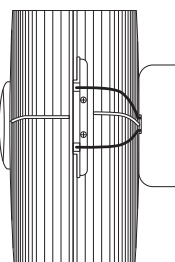

FIGURE 11
23. Aligner les deux extrémités du support de verrouillage avec les deux encoches dans la languette au sommet de la grille avant. Presser les deux extrémités du support de verrouillage dans les deux encoches dans la languette au sommet de la grille avant. Voir Figure 11.